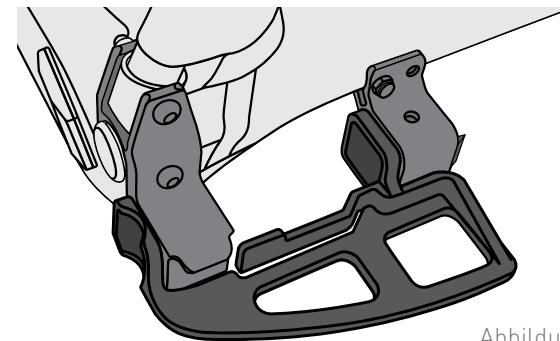

Abbildung 8
2. Die Radabdeckung in die Deichselaufnahme einführen und einrasten lassen (Abbildung 8). Leicht zu biegen vorderen Laschen nach innen, wenn einsetzen.